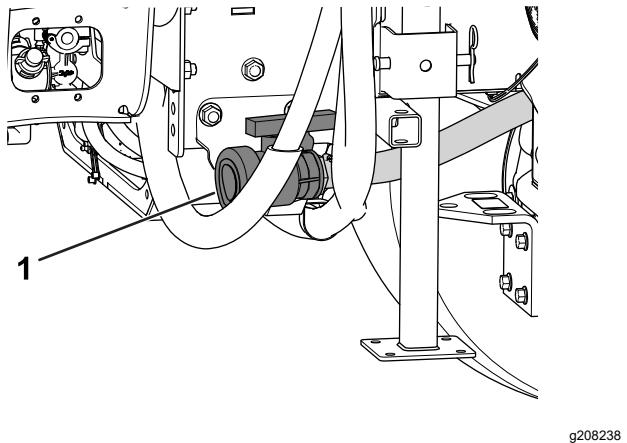

Figura 76
- Localice la válvula de vaciado del depósito, situada en el lado derecho de la máquina (Figura 76).